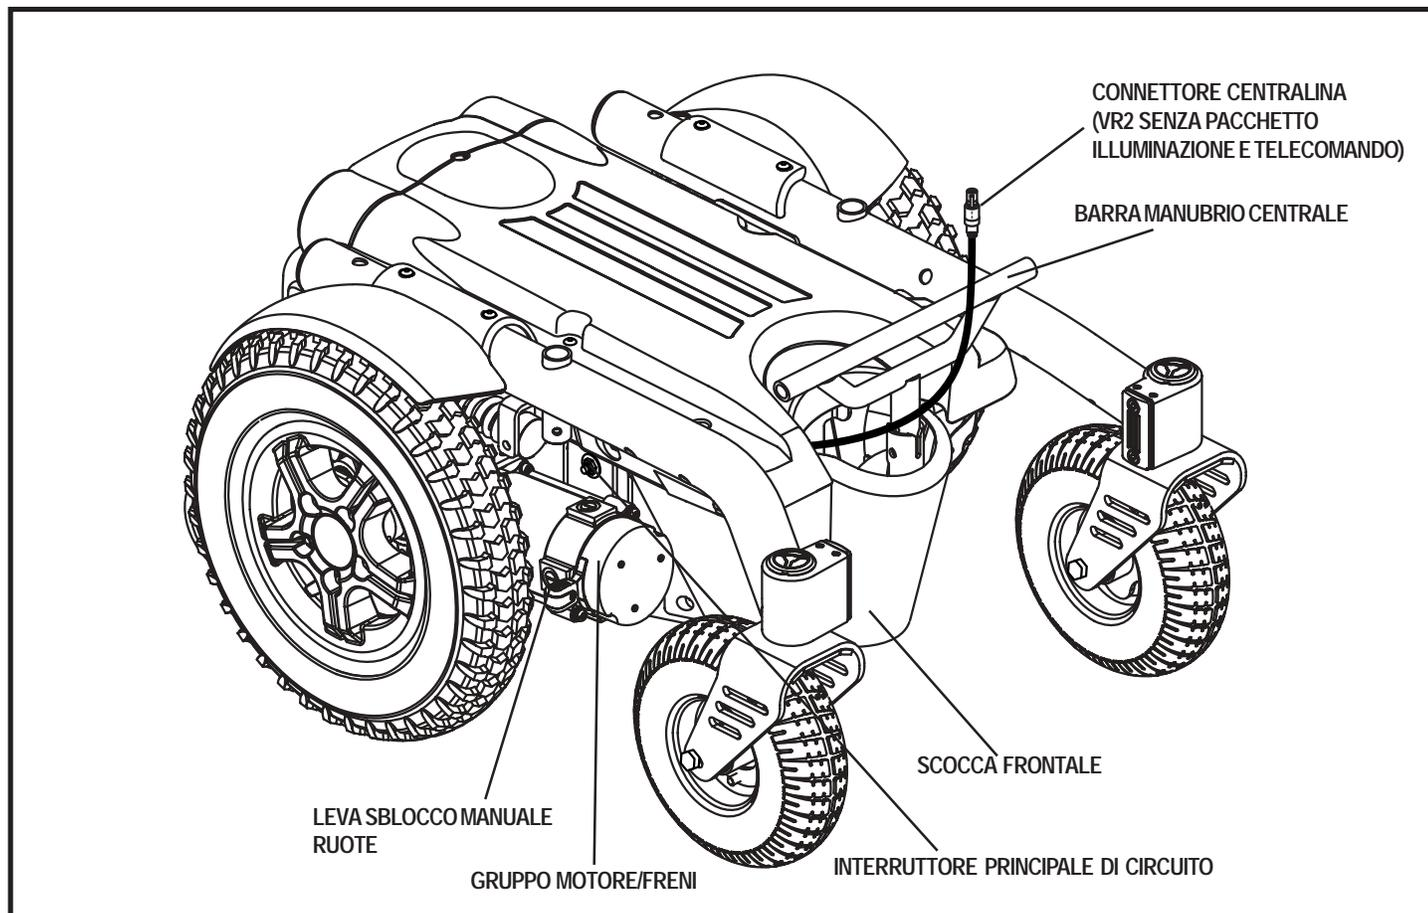
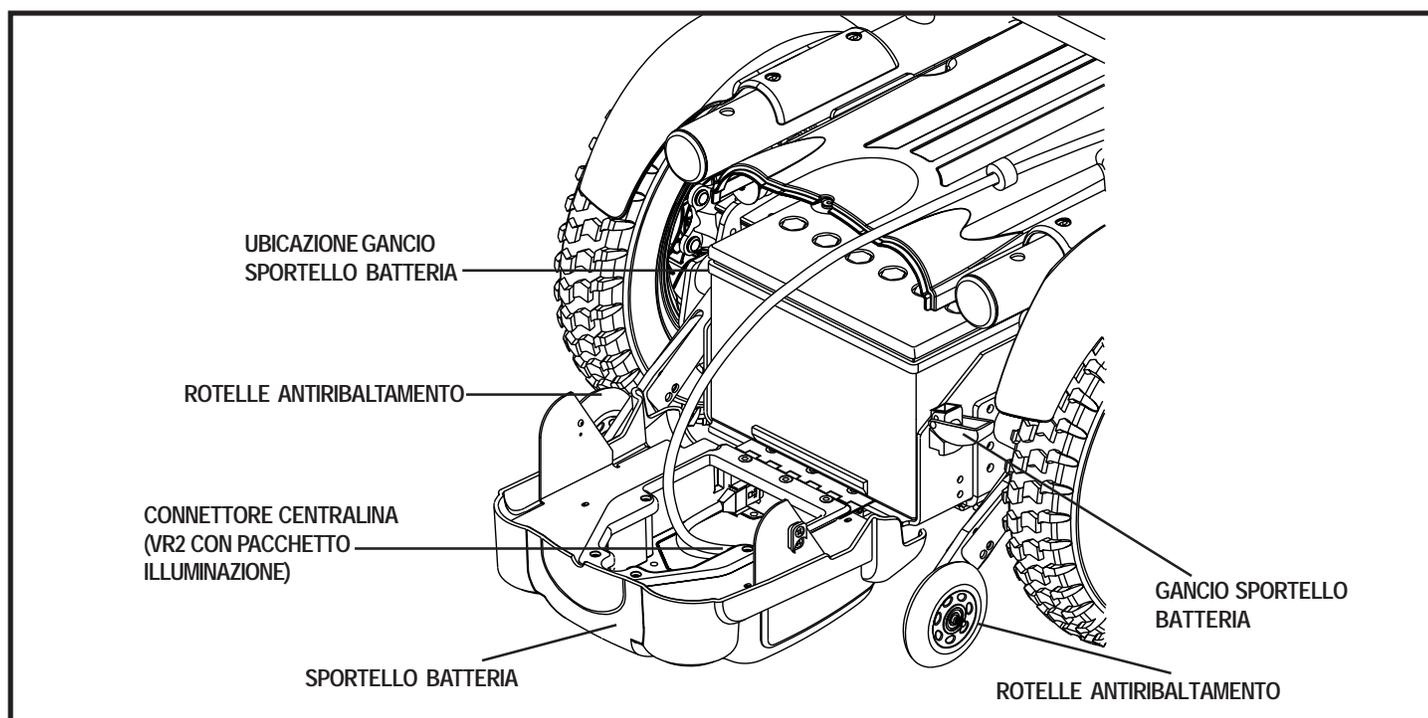

Figura 6. La base di alimentazione della la Quantum R-4000
Figura 7. La base di alimentazione della la Quantum R-4000 (Vista posteriore - sportello batterie aperto)
Connettore della centralina: È il punto in cui la centralina si collega alla base elettronica. Se la carrozzina è dotata del pacchetto illuminazione, il connettore della centralina VR2 si trova sullo sportello della batteria. Vedere la figura 7. Altrimenti, il connettore della centralina si trova sulla parte anteriore della base di alimentazione. Vedere la figura 6.
7. Aprire i ganci dello sportello della batteria e aprire lo sportello. Vedere figura 7.
8. Inserire il cavo della centralina nel connettore. Vedere figura 7.